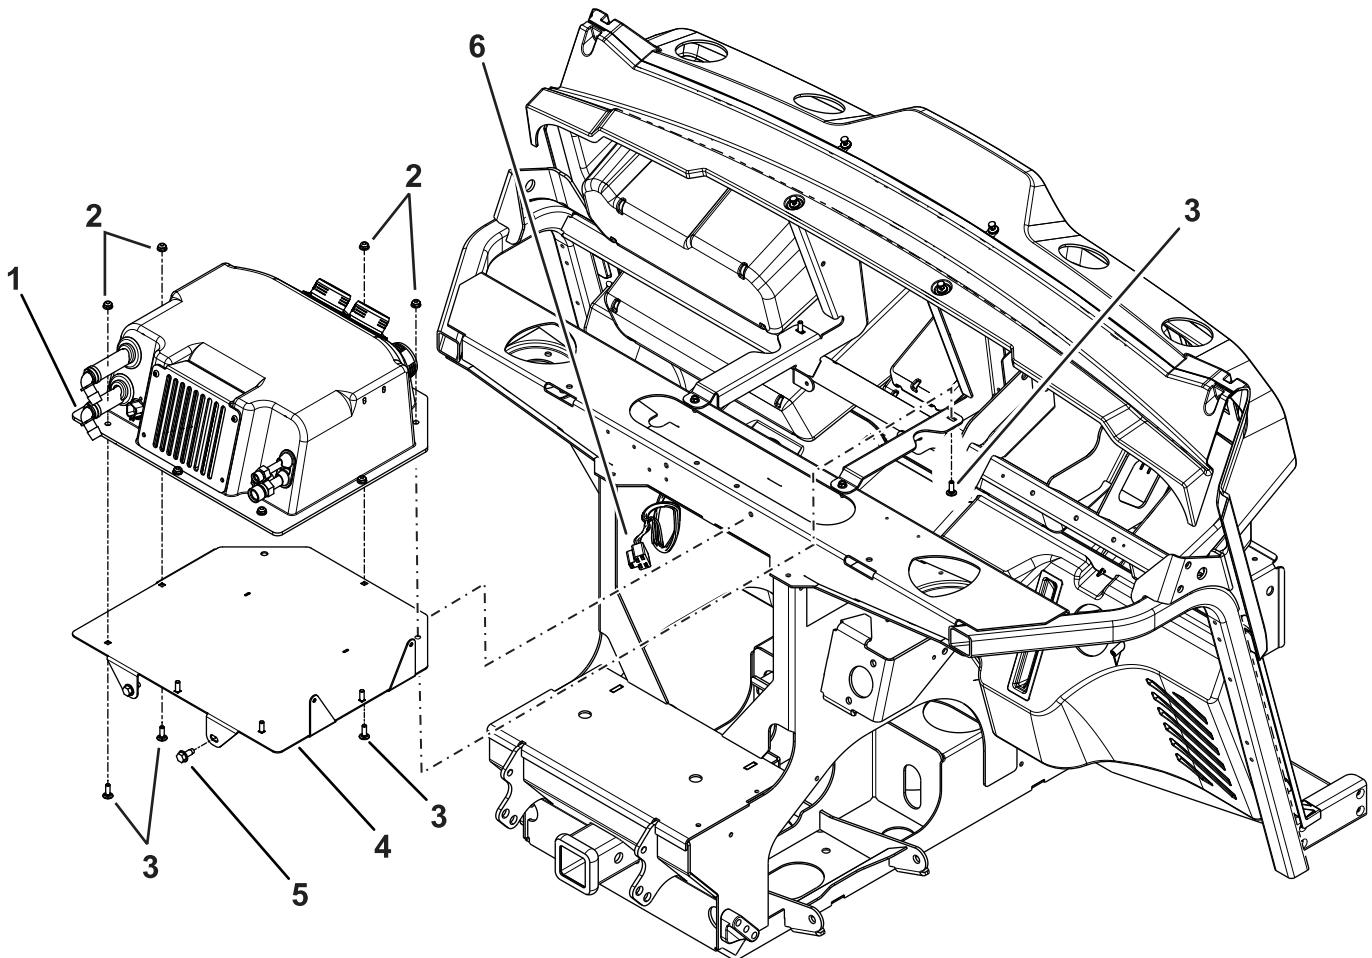

Figure 19
4. Fixez le boîtier HVAC sur le support de montage à l'aide de 6 boulons de carrosserie ($\frac{1}{4}$ " x $\frac{3}{4}$ ") et 6 contre-écrous ($\frac{1}{4}$ ") ; voir la Figure 19. Serrez les boulons à 11 N·m